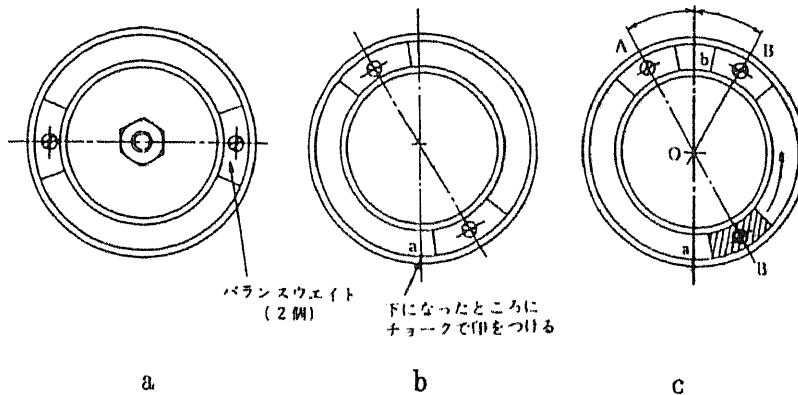

図4 バランスの取り方
研削砥石は、高速かつ滑らかに回転する必要がある。しかし、研削砥石の重心は、回転中心と一致しないことが多いので、研削砥石のバランスを取る必要がある。図4にバランスの取り方を示す。
- 2) バランスウェイトを回転中心に対して対になるよう固定する。(図4-a)
- 3) 砥石の重い点を探す。(図4-b)
- 4) 下側のバランスウェイトを、上側のバランスウェイトと同じ高さまで移動して、固定する。 $\angle a \circ A = \angle a \circ B$ になること。(図4-c)